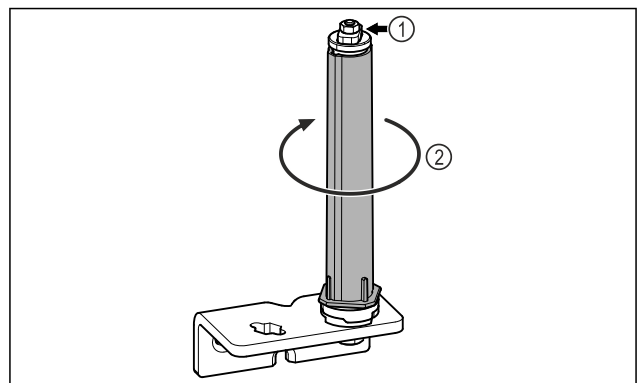

Fig. 22
- ▶ No desmontar el sistema de cierre de puertas Fig. 22 (1).
- ▶ Girar el sistema de cierre Fig. 22 (2) hasta que haga clic.